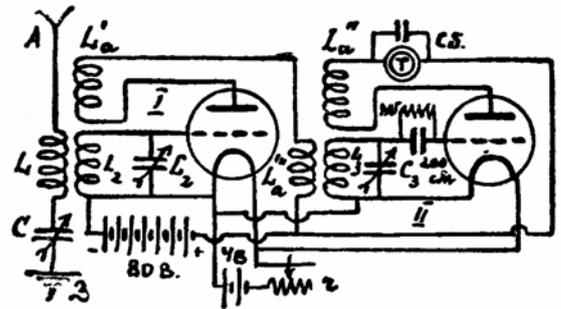

Рис. 85.
4. Сверх-гетеродинный приемник (см. рис. 85) или супер-гетеродинный.